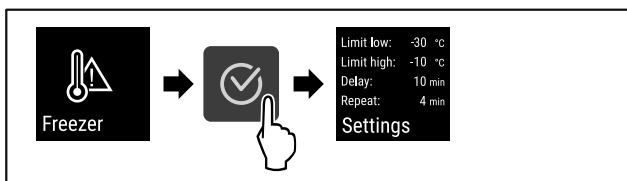

Fig. 102
- ▶ Obavite korake postupka (pogledajte Fig. 102) .